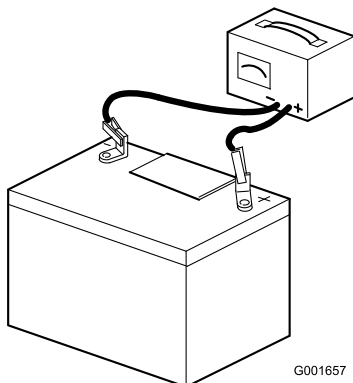

図 5
7. 充電器に接続し、充電電流を 3～4 A にセットする（図 5）。3～4 A で 4～8 時間充電する。